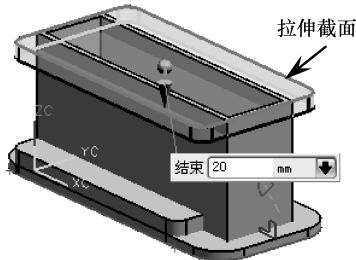

图 4-98 创建底座拉伸特征
- 05 使用【拉伸】工具，选择如图 4-98 所示的截面，向 -ZC 方向进行拉伸，且拉伸的值为 20。